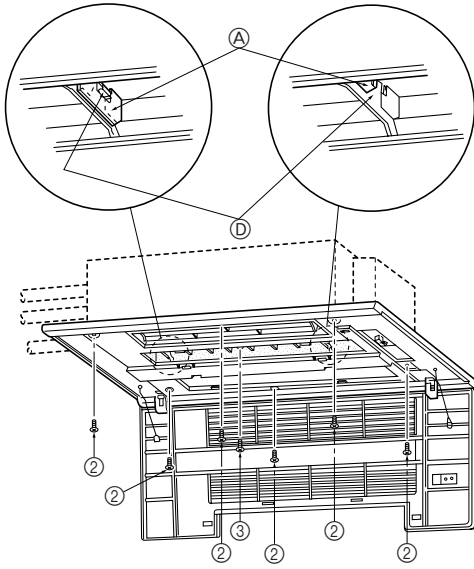
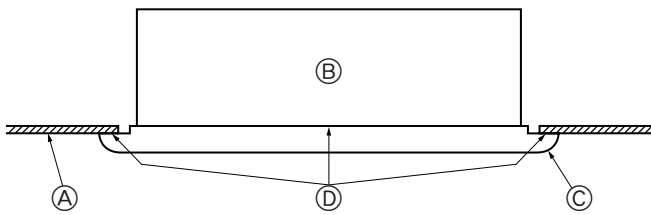

Fig. 5-5
Fig. 5-6
- Ön paneli duvar ile tavan arasındaki açığa uyacak şekilde ayarlayın ve (bu izgara ile birlikte verilen) bağlantı civatalarını ② sağdaki ve soldaki dört deliğe tam sıkmadan takın. (Fig. 5-5)
- Sonra ortadaki üç yerde bulunan tespit civatalarını ② ve tespit vidalarını ③ sıkın.
- Son olarak da sol ve sağ taraftaki dört yerdeki tespit civatalarını ② sıkın.
- Bu noktada, iç ünite ile ön panel ve ön panel ile tavan yüzeyi arasında herhangi bir açıklık kalmamasına dikkat edin. Eğer açıklık kalmışsa, buradan rüzgâr girebilir ve su damlamasına neden olabilir (Fig. 5-6).
- \* Tespit civatalarını ② ve tespit vidalarını ③ sonuna kadar sıkın.